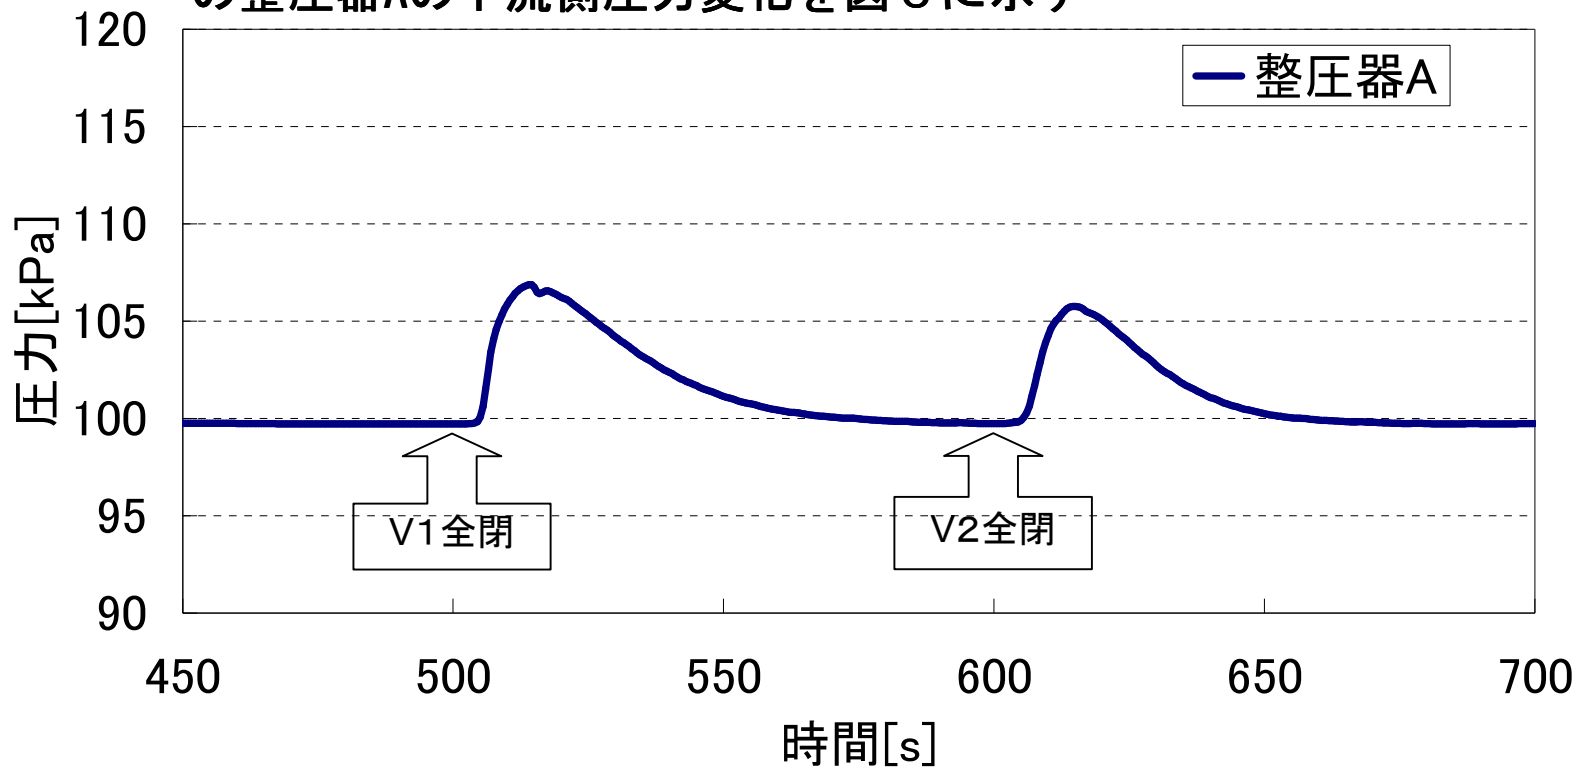

図6 整圧器下流側圧力変化 (u-FLOW/GLによるケース2)
- **ケース2** (500秒時点でV1遮断後、100秒後にV2を遮断した場合) の整圧器Aの下流側圧力変化を図6に示す